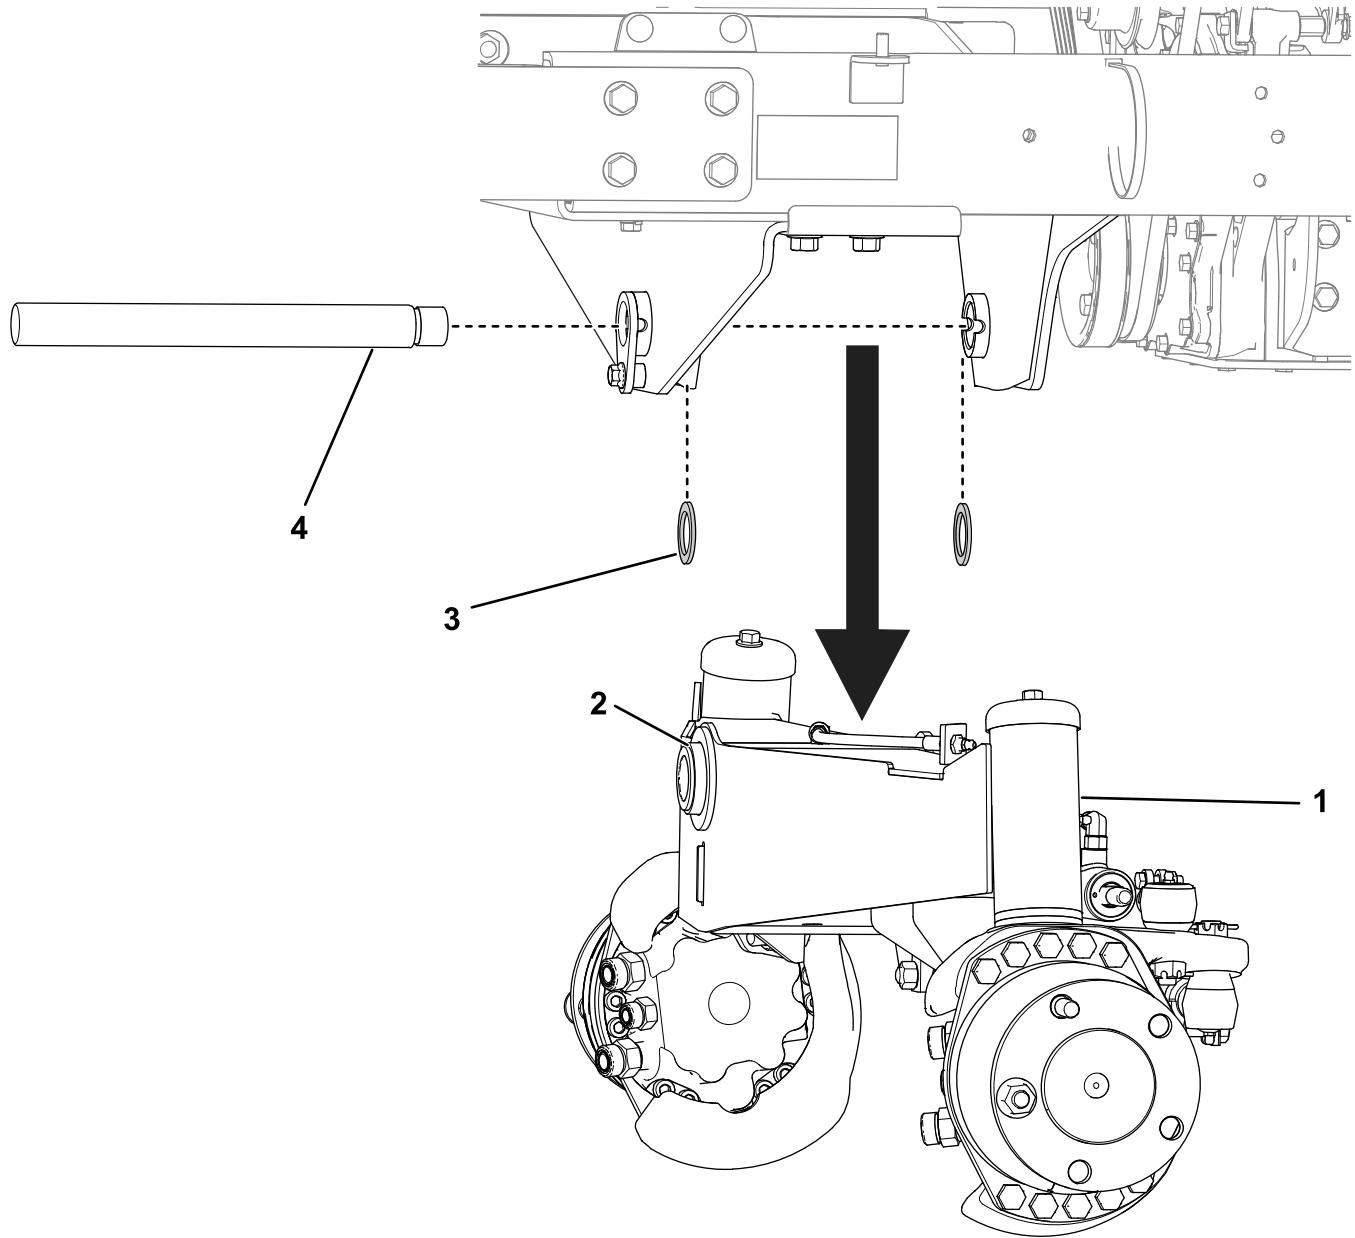

Figura 7
3. Puxe o eixo articulado da estrutura e do eixo traseiro. Desça cuidadosamente todo o conjunto do eixo traseiro e retire-o de debaixo da máquina. Localize e retire as duas anilhas de encosto de entre a estrutura da máquina e o eixo traseiro (Figura 7).